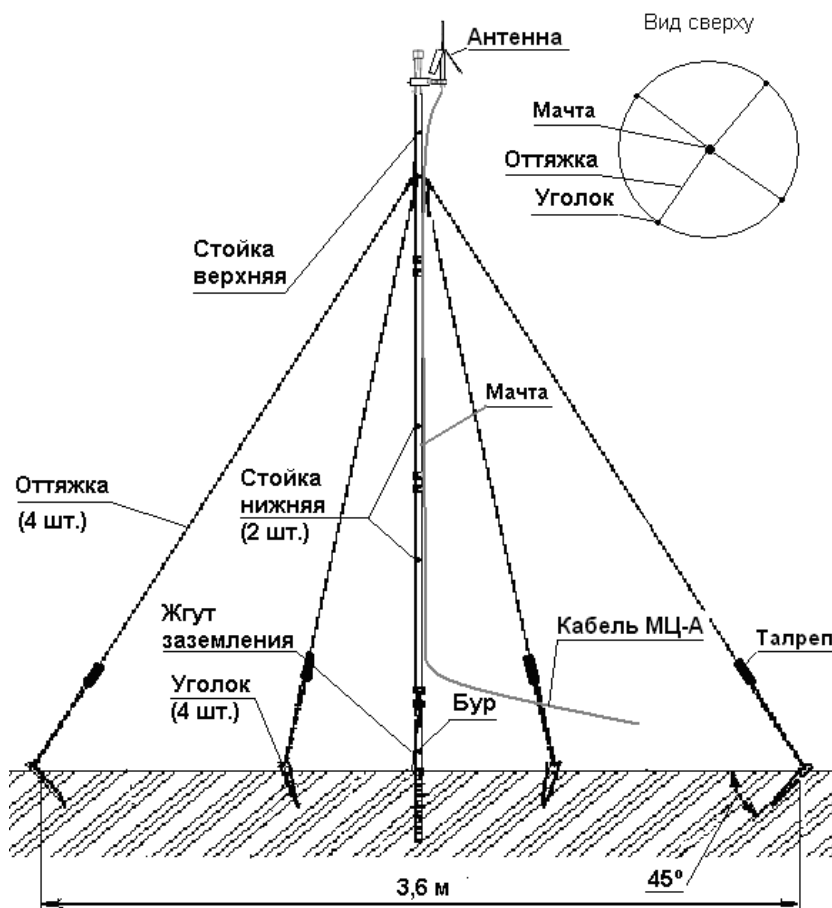

Рисунок 3.4 – Установка мачты
- поднять собранную мачту вертикально вверх, забить в грунт уголки (рисунок 3.4) молотком (из комплекта мачты), в соответствии с длиной оттяжек и цепей.